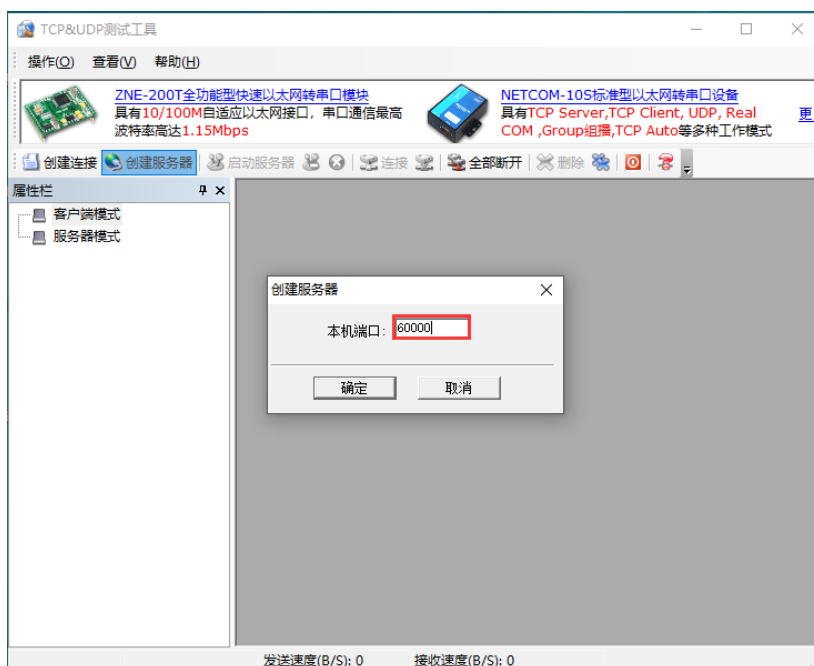

图 5-4 网络参数设置界面
(2) 在电脑 AA 上打开“TCP&UDP 测试工具”，选择创建服务器，本机端口号设置为 60000，如图 5-4 所示，然后点击创建。